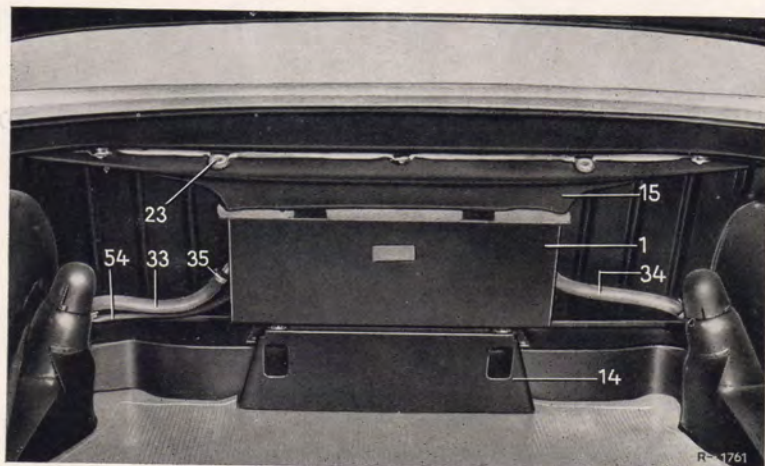

Bild 83-2/2
7. Verteilerschale (15) auf den Heizungskasten (1) und Leitblech (27) auf das Hutablageblech aufsetzen. Dann mit einem Bohrer von 3 mm ϕ die Löcher zur Befestigung der Verteilerschale und des Leitblechs bohren, dabei die Löcher in der Verteilerschale und im Leitblech als Schablone benutzen.
8. Lasche mit Gummitülle (23) zwischen Verteilerschale (15) und Hutablageblech einsetzen und mit den Teilen Pos. 24 bis 26 anschrauben, die Befestigungslöcher im Hutablageblech sind vorhanden.
9. Leitblech (27) mit dem Kunstleder (28) beziehen. Dann Verteilerschale (15) und Leitblech (27) mit den Teilen Pos. 16 bis 22 und 29 anschrauben. Anschließend das Luftfilter (30) in das Leitblech einsetzen (Bild 83-2/9 Schnitt A-B und C-D).